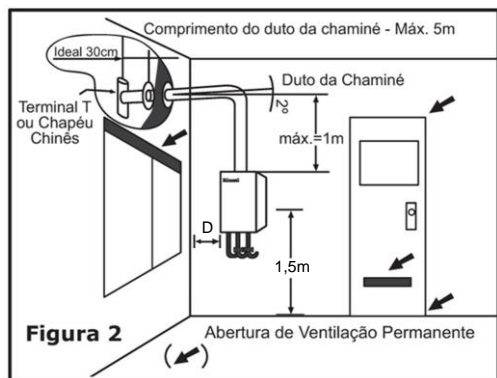

Figura 2
- A altura entre o aparelho e a saída da chaminé deve estar dentro da norma especificada pelo fabricante. (Figura 2).
- O aquecedor deve ser instalado em recinto com, no mínimo uma abertura de ventilação permanente, onde a mesma deverá conter a área igual ou maior que a da saída do diâmetro da chaminé. (conforme figura 2).